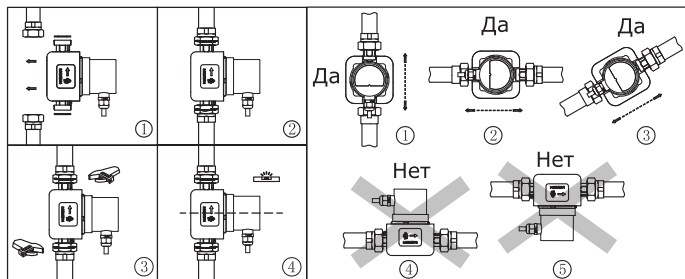

Рис.3 Установка циркуляционного насоса
- Вал двигателя циркуляционного насоса должен располагаться строго в горизонтальном положении (см. **Рис.3**);